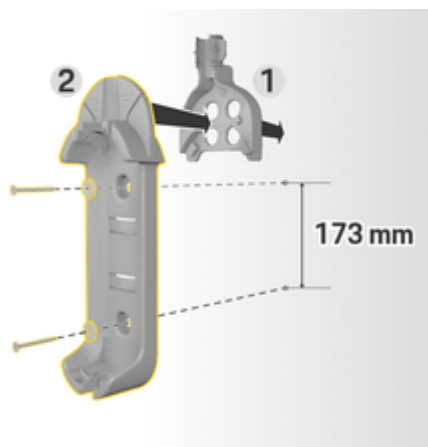

Fig. 3: Cotes de perçage
3. Enfoncez la base du support mural **2** (Fig. 3) dans le guide-câble **1** (Fig. 3) par l'avant.